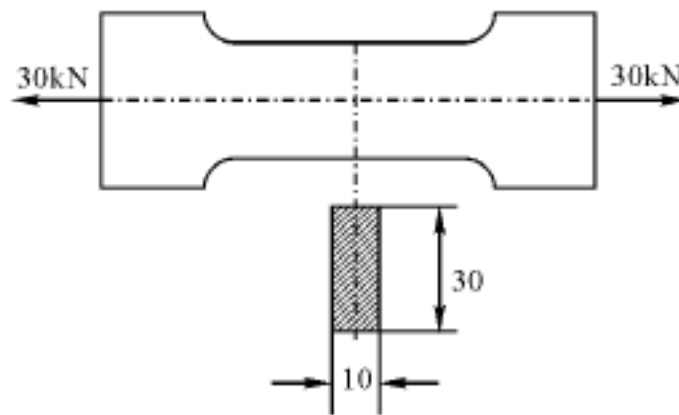

图 2.4
5. 如图 2.4 所示板试件, 中间段横截面上的应力等于()。